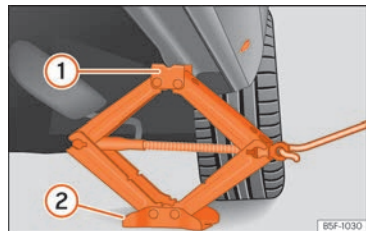

Abb. 39 Längsholm: Wagenheber ansetzen.
- Drehen Sie die Kurbel des unter dem Aufnahmepunkt des Längsträgers befindlichen Wagenhebers*, bis sich die Nase ① »» **Abb. 39** unter der vorgesehenen Einführung befindet.
- Richten Sie den Wagenheber* so aus, dass sein Aufnahmehorn ① in die dafür vorgesehene Aufnahme am Längsträger „greift“ und die bewegliche Grundplatte ② plan auf dem Boden aufliegt. Die Bodenplatte ② muss sich dabei senkrecht unter dem Aufnahmepunkt ① befinden.